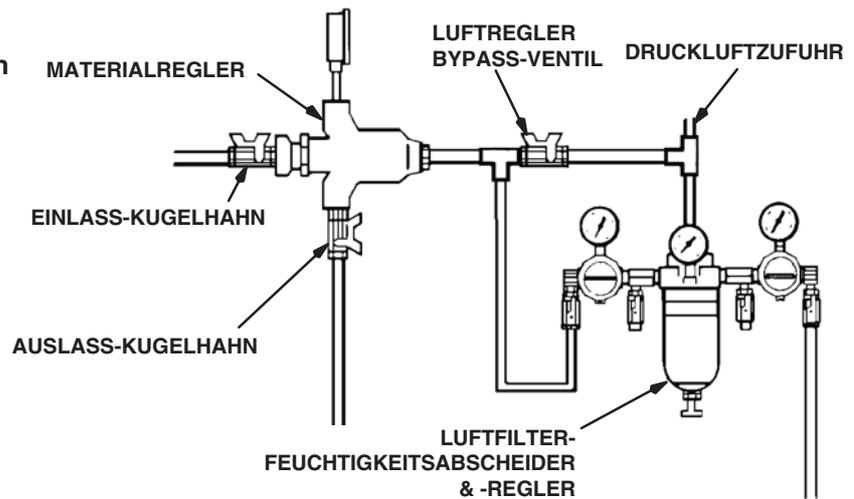
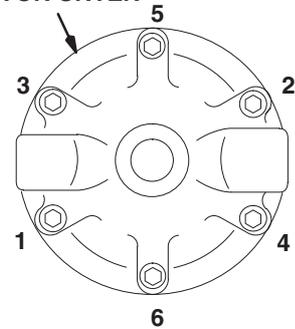

Abb. 2
Abb. 4
1. Pumpe starten und den Einlass-Kugelhahn des Materialreglers öffnen, um Material in den Regler einzulassen. Siehe Abb. 2.
2. Kugelhahn am Lufteinlass des Reglers schließen. Siehe Abb. 2.
5. Schottverschraubung (23) und Feder (40) vom Gehäuse des Reglers abnehmen.
6. Kugel (20), Sitz (16) und Dichtung (15) entfernen. Siehe Abb. 4.
- Kugel (20) und Sitz (16) aus Hartmetall besonders vorsichtig behandeln, damit diese nicht beschädigt werden.
- HINWEIS:** Die Dichtung (15) ist dünn und durchscheinend. Vergessen Sie nicht, die Dichtung zu entfernen.
7. Die sechs Kopfschrauben (1) und das Gehäuse (6) entfernen.
8. Die Membranengruppe so in einen Schraubstock einspannen, dass sich die Klemmbacken am Stößelgehäuse (18) befinden. Die Sicherungsschraube (10), die Gegenmutter (13) und die Scheibe (17) vom Stößelgehäuse (18) entfernen.
9. Membrane (22) und Dichtung (26) entfernen.
10. Die Feder (3), den Ventilstößel (9) und die Dichtung (21) vom Stößelgehäuse (18) entfernen.
12. Das Stößelgehäuse (18) in einen Schraubstock einspannen. Einzeln nacheinander die Dichtung (26), die Membrane (22) – *die weiße PTFE-Seite zeigt nach unten zum unteren Gehäuse* – und die Scheibe (17) auf das Stößelgehäuse (18) geben. Alle Teile mit der Gegenmutter (13) sichern. Die Gegenmutter mit 28–47 Nm auf dem Schaftgehäuse festziehen.
13. Den Ventilstößel (9), die Feder (3), die Dichtung (21) und die Sicherungsschraube (10) in das Stößelgehäuse (18) einbauen. Die Nase am Ventilstößel (9) muss dabei in den Schlitz der Schraube (10) passen.
15. Die zusammengebauten Teile in das Gehäuse (6) einbauen.
16. Am Modell 214980 das Luftleitungs-Fitting (29) in der Kappe (7) mit 28–47 N Mit 28–47 Nm (21–35 ft-lb) festziehen.
17. Die Kappe (7) installieren. Die sechs Schrauben (1) in der in Abb. 4, **Ansicht von unten**, gezeigten Reihenfolge und mit dem angegebenen Drehmoment anziehen.
18. Die Dichtung (15), den Ventilsitz (16) und die Kugel (20) in das Gehäuse (6) einbauen.
19. Die Schottverschraubung (23) mit eingelegtem O-Ring (4) und Feder (40) in den Einlass schrauben. Mit 31-36 Nm (23-27 ft-lb) festziehen.